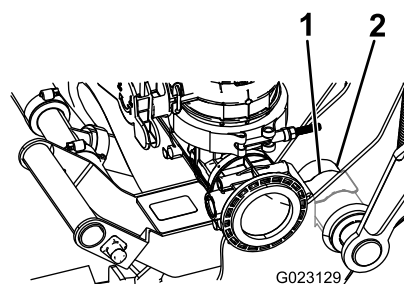

Figura 23
- D. Empuje hasta que el clip de resorte se enganche en el tubo de giro, según se muestra en Figura 23.